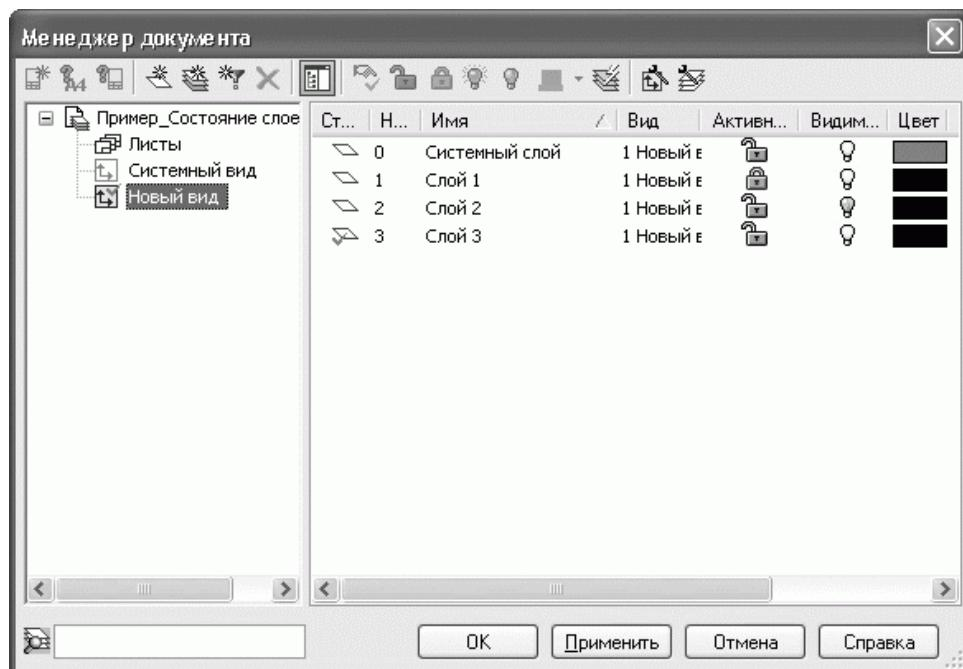

Рис. 2.71. Изменения состояния слоев
4) четвертый слой оставьте без изменений и, если он не текущий, сделайте его текущим. Для этого достаточно щелкнуть на значке в колонке Статус. Текущий слой отмечается красным флагом (рис. 2.71).